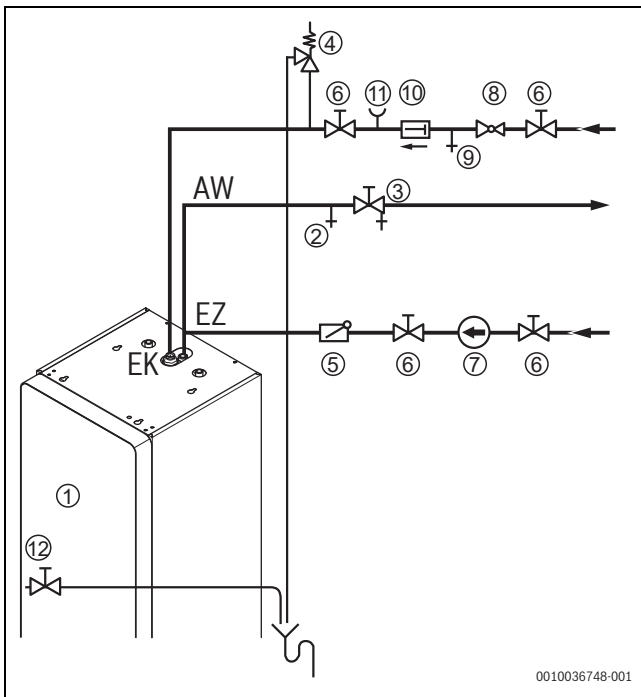

Bild 24 Installation nach DIN 1988 (Prinzipabbildung)
- Für Trinkwasser zugelassenes Sicherheitsventil (→ Bild 24, [4]) ($\geq$ DN 20) in der Kaltwasserleitung bauseits vorsehen.
- In der Anschlussleitung zwischen Sicherheitsventil und Eintritt Kaltwasser am Speicher darf keine Absperrvorrichtung installiert sein (→ Bild 24).